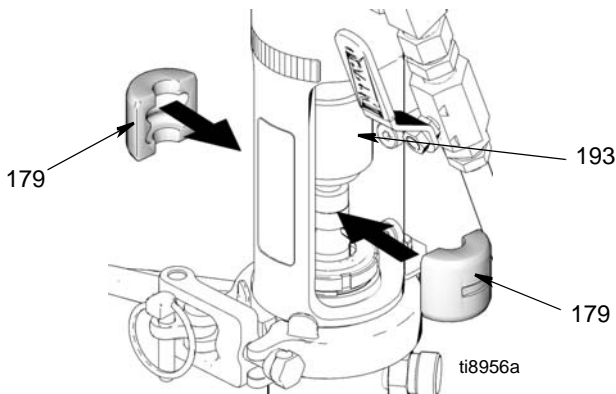

FIG. 24
5. (Fig. 24) Dra upp kopplingskåpan (193) så att pumpstången friläggs: Montera stångkopplingen (179) över stången.